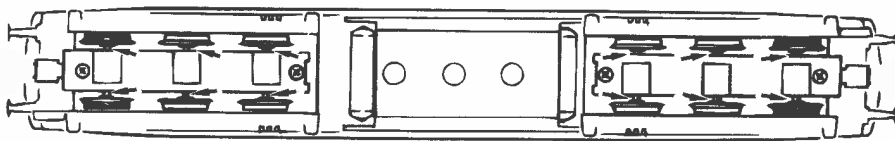

Fig. 9
1. Reinigung der Radstromkontakte: Radstromkontakte können auf unsauberen Schienen leicht verschmutzen. Entfernen Sie **vorsichtig** mit einem kleinen Pinsel **den Schmutz** an den in Fig. 9 gekennzeichneten Stellen.
1. Cleaning of wheel contacts: Wheel contacts easily get dirty on tracks which are not entirely clean. Use a small brush to **remove dirt** from spots marked in fig. 9.
1. Nettoyage des lames de courant aux roues: Les lames de contacts risquent de s'encrasser rapidement sur des voies poussiéreuses. Veuillez **enlever la poussière** aux endroits marqués à la fig. 9 à l'aide d'un petit pinceau souple.